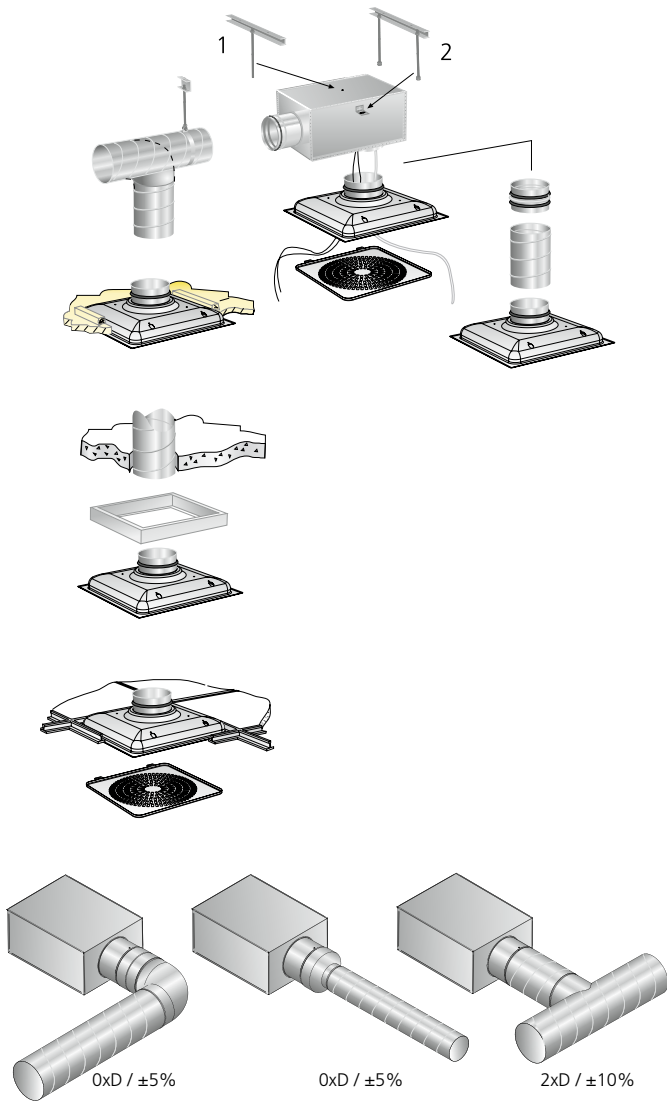

Abb. 2. Montagealternative für Anschlusskasten ALS.
- Der Abstand zwischen Anschlusskasten und Luftauslass kann mit gewöhnlichem rundem Spirokanaal bis zu einer Länge von 500 mm verlängert werden, ohne dass Messschlauch und Klappenstellvorrichtung verlängert werden müssen, siehe Abbildung 2.
- Messgenauigkeit und Anforderungen an eine gerade Strecke vor dem Anschlusskasten, siehe Abb. 2.
- Abb. 2 zeigt einen Bogen, eine Durchmesserverjüngung und ein T-Stück.